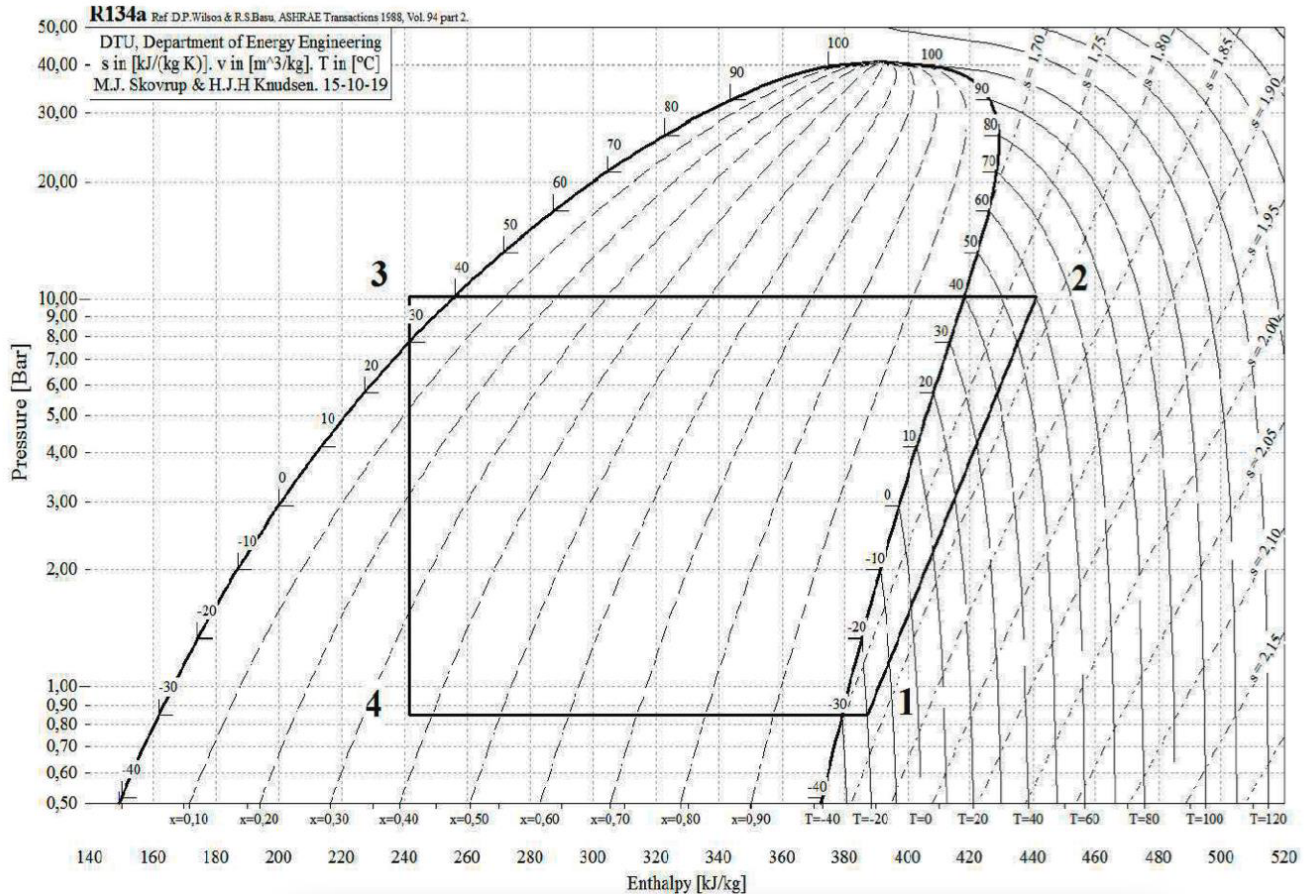

Figure 2 - Cycle suivi par le fluide R134a dans le diagramme enthalpique
3. Sans utiliser le diagramme enthalpique de la **figure 2**, indiquer si, lorsque le fluide traverse le condenseur, sa température est supérieure, inférieure ou égale à celle de l'air ambiant.
La **figure 2** représente le diagramme enthalpique (pression P en fonction de l'enthalpie massique h) d'un fluide frigorigène (ici le R134a). Les transformations au cours d'un cycle sont :